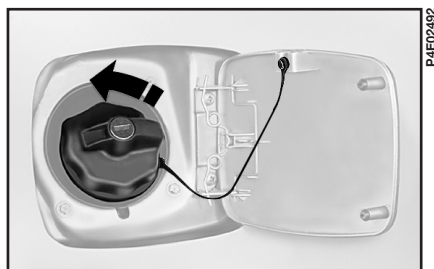

рис. 93
2) Вращать пробку, пока она не снимется (рис. 93).
Пробка прикреплена к дверце специальным тросиком (рис. 93), поэтому потерять ее невозможно.